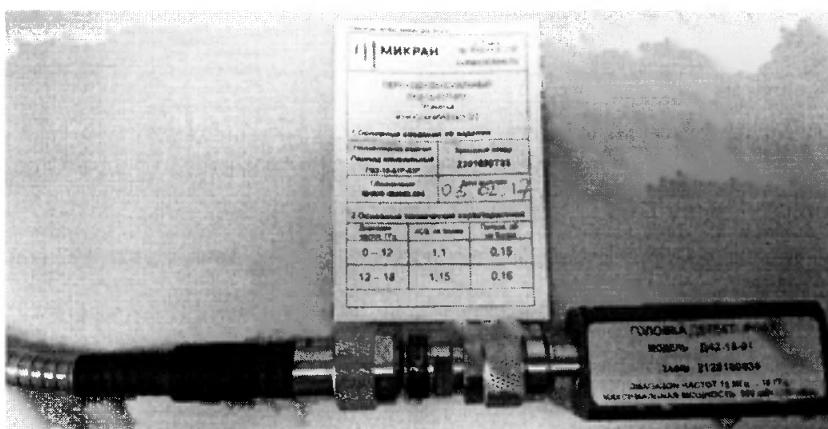

Рисунок 4.1 – Соединение для калибровки анализатора Р2М-18А/1 по КП
4.6 В соответствии с руководством по эксплуатации анализатора P2M-18A/1 провести его калибровку по коэффициенту передачи (КП), используя для соединения кабеля СВЧ и детекторной головки коаксиальный переход ПК2-18-01Р-01Р из комплекта (рисунок 4.1). Рекомендуемые параметры калибровки приведены в таблице 4.1